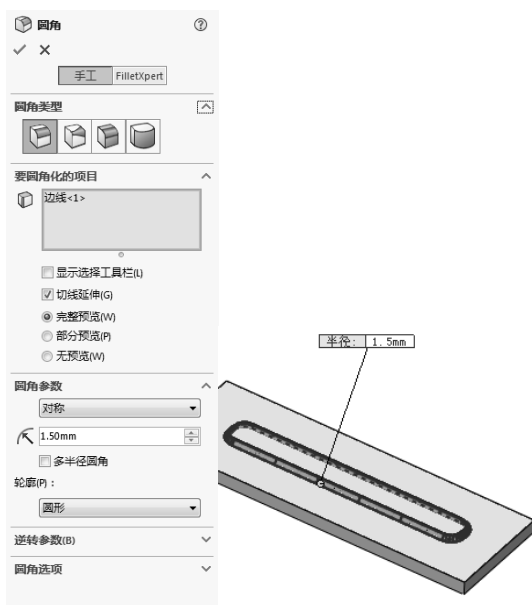

图 10-200 进行圆角 2 操作
⑦ 单击“特征”控制面板中的（圆角）按钮，或选择“插入”→“特征”→“圆角”菜单命令，弹出“圆角”属性管理器，选择“圆角类型”为“恒定大小圆角”，在圆角半径文本框中输入数值“1.5”，单击鼠标拾取实体的另一条边线，如图 10-200 所示。单击✔（确定）按钮，生成另一个圆角。